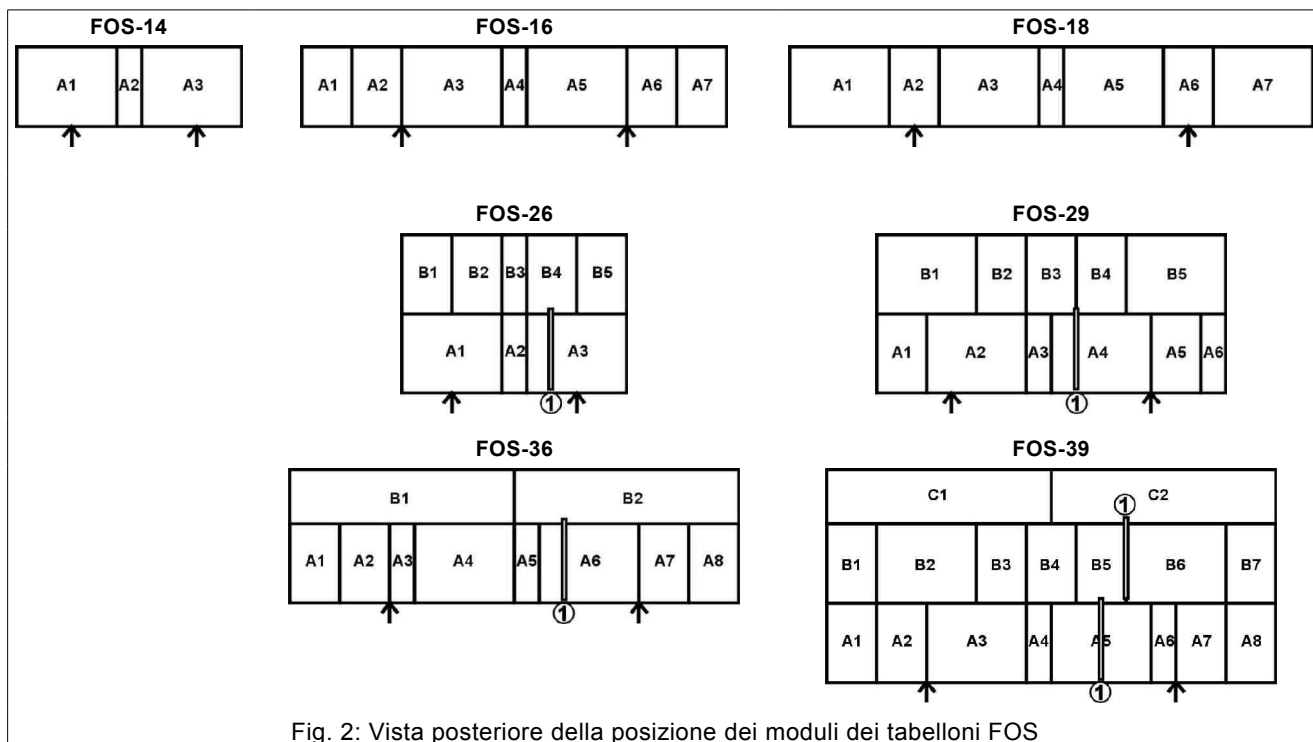

Fig. 2: Vista posteriore della posizione dei moduli dei tabelloni FOS
La Fig. 2 mostra la posizione dei singoli moduli nella vista posteriore dei tabelloni;
Assicuratevi di avere a disposizione tutti i pezzi necessari, indicati nel documento "Parts list" allegato al prodotto. Eseguite le operazioni di assemblaggio sul pavimento, per cui vi consigliamo di distendere sullo stesso dei cartoni od altra protezione come base di appoggio. Nel procedere, prima dovrete completare singolarmente le righe orizzontali del tabellone che poi congiungerete assieme; per ciascun modello di tabellone, in Fig. 2 potete vedere specificata la posizione di ogni modulo tramite una lettera ed un numero.
1. Disponete i moduli contrassegnati sul retro dalla lettera 'A' con la parte frontale rivolta verso il pavimento, da sinistra a destra seguendone la numerazione come in Fig. 2.
5. Dopo che avete completato tutte le righe di moduli, accostatele seguendo l'ordine delle lettere (vedi Fig. 2) per comporre l'intero tabellone.
6. Individuate le due grandi staffe con il profilo a 'Ω', la cui forma è indicata dal numero ② in Fig. 6, e in base al modello di tabellone posizionatele verticalmente sui due punti indicati dalle frecce di Fig. 2.
7. Se il tabellone è composto di più righe orizzontali di moduli, dovete fissare una "canalina passacavi" per permettere il passaggio dei cavi dai moduli della riga superiore a quella inferiore; per i modelli a più righe, la Fig. 2 vi evidenzia con i numeri ① la posizione di fissaggio della "canalina passacavi".